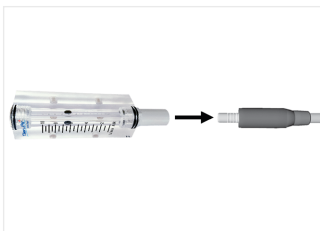

FIG. 5
5. Coloque o medidor de fluxo no acessório da extremidade e, em seguida, ative o ar de arrefecimento e meir o fluxo de ar. O valor é medido no meio da esfera do medidor de fluxo, de acordo com a norma JIS B7551. FIG. 5.